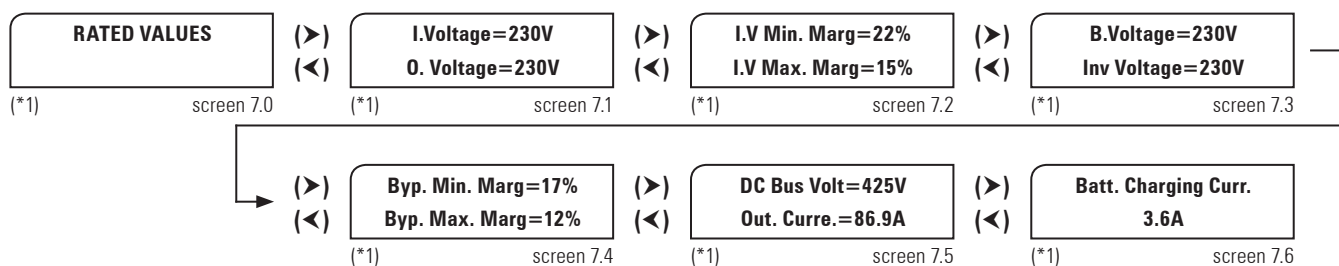

Fig. 50. Screen 7.0 «Nominal values» and its submenus.
7.3.8. Nominal values screens (menu screen 7.0). See Fig 50.